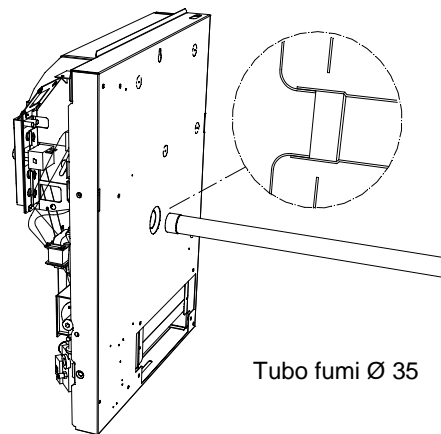

Figura 8 – Posizionamento del tubo di evacuazione prodotti della combustione
10. Calzare l'estremità del tubo di evacuazione dei prodotti della combustione ($\varnothing 35$ mm) sul tronchetto di uscita del radiatore (Figura 8).